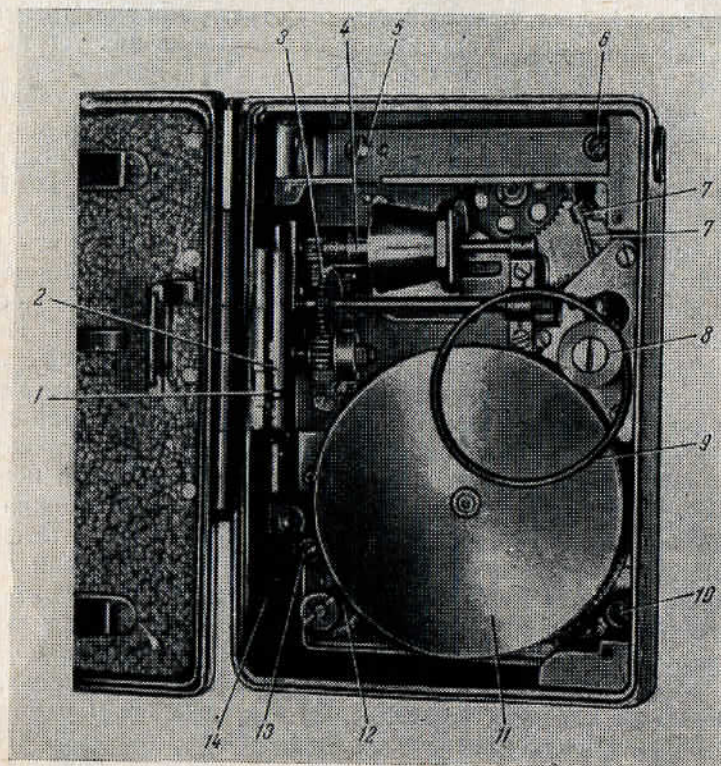

Рис. 22. Кинокамера со снятой панелью:
Частичная разборка. Прежде чем приступить к разборке кинокамеры, нужно убедиться, что пружина заводного барабана распушена, а затем из кинокамеры извлечь кассету и планку с прижимной рамкой (17). Для того чтобы получить доступ к механизмам, достаточно отвинтить винты 18, 20, 23 и 25 и вынуть из кинокамеры панель 19. Снимая панель 19, нельзя применять излишних усилий, чтобы не растянуть пружинный пасик, находящийся под панелью, и соединяющий шкив наматывателя с ведущим шкивом приводного механизма. На рис. 22 показана кинокамера со снятой панелью. Перед осмотром механизмов нужно снять пружинный пасик 9 со шкива 8. В таком положении в механизмах кинокамеры удастся обнаружить причины многих неисправностей. Покачивая пальцем шестерню 3 приводного вала определяют, достаточно ли плавно вращаются элементы рейферного механизма и центробежного регулятора. Хорошо осветив механизмы, можно осмотреть центробежный регулятор 4, привод счетчика метража 7, тормозную пружину 12 приводного устройства. Если обнаруженная неисправность несложная, ее можно устранить без дальнейшей разборки. Если обнаружить или устранить неисправность не удастся, следует продолжить частичную разборку, отделив для этого от корпуса 14 боковую стенку кинокамеры, на которой смонтированы все механизмы. Для того чтобы снять корпус кинокамеры, достаточно отвинтить четыре винта: 5, 6, 10 и 13. Прежде чем снимать корпус кинокамеры, нужно установить зуб рейфера 1 точно посередине прорези фильмового канала 2. Если в механизмы попал какой-либо посторонний предмет (например случайно отвинтившийся винт) и механизмы кинокамеры заклинились, а заводной барабан 11 остался заведенным, зуб рейфера 1 не удастся сдвинуть с места и установить в середине прорези фильмового канала. Чтобы обнаружить место заклинивания, необходимо последовательно проверить, какова подвижность элементов механизма. Сначала покачивают отверткой шестерни обтюлятора и центробежного регулятора (в период проверки пусковая кнопка должна быть все время нажата). Если эти шестерни вращаются легко, то причину заклинивания ищут в шестернях приводного вала, внимательно осматривают привод счетчика метража, а также зубчатый венец заводного барабана. Если причину заклинива-
винты крепления подшипника 15. Вращая шкив 17 по часовой стрелке, проверяют легкость вращения всех установленных деталей. Кронштейн 6 с узлом грейфера и обтюратором устанавливают на направляющие штифты и закрепляют тремя винтами. Сборку приводного механизма начинают с установки тормозной шестерни 1. Установив тормозную шестерню, на нее надевают тормозную пружину 2 и начинают без усилия заворачивать гайку 4. Как только гайка 4 дойдет до тормозной пружины, вращение гайки нужно прекратить, так как она может сорвать тормозную пружину. Дальнейшее заворачивание гайки 4 ведется путем вращения против часовой стрелки шестерни 18. Убедившись, что гайка дошла до упора и при вращении шестерни 18 больше не двигается, ее немного дотягивают отверткой (до совмещения отверстия под стопорный винт) и устанавливают стопорный винт 3. Устанавливая барабан 5, вводят квадратный конец заводной оси в квадратное отверстие шестерни 18 и с лицевой стороны боковой стенки устанавливают сначала заводную дужку, затем пружинную шайбу и сверху на них укладывают хромированную шайбу так, чтобы ее квадратное отверстие наделось на выступающий квадратный конец заводной оси. После этого все детали стягивают винтом, заворачивая его в резьбовое отверстие в торце заводной оси. Проверив качество сборки, сначала заводят пружину на $\frac{1}{4}$ оборота и, лишь убедившись, что все механизмы действуют, проверяют их работу при полном заводе пружины. Такая предосторожность вызвана тем, что в случае какого-либо заедания в механизмах разборку можно начать лишь после того, как заводная пружина будет полностью распушена. Поэтому чем меньше заведена пружина во время первой проверки, тем легче ее будет распустить при необходимости повторной разборки. Устанавливая боковую стенку с смонтированными в нее механизмами в корпус кинокамеры, нужно, чтобы зуб грейфера 7 вошел в прорезь фильмового канала, а штифт пускового устройства в прорезь пусковой кнопки. Прижимая боковую крышку к корпусу рукой, заводят пружину и проверяют действие пускового устройства. Нажав пусковую кнопку несколько раз вверх, проверяют, как срабатывают механизмы на одиночных кадрах, а нажимая ее вниз, проверяют рабочий ход кинокамеры. Убедившись, что корпус установлен правильно, его закрепляют винтами 5, 6, 10 и 13 (см. рис. 22).
Устанавливая панель, соединяют шкив намотывателя и ведущий шкив 8 (см. рис. 22) гибким пружинным пасиком 9, развернув его «восьмеркой», чтобы обеспечить вращение намотывателя против часовой стрелки. Установив правильно пасик, панель закрепляют четырьмя винтами.
(см. рис. 22), который соединяет шкив наматывателя со шкивом 8. Для этого пружинный пасик должен быть развернут «восьмеркой». Если наматыватель не вращается или вращается не в ту сторону, нужно снять панель, на которой укреплен наматыватель и правильно установить пружинный пасик 9. Бывают случаи, когда после зарядки камеры пленка в одной кассете перематывается нормально, в другой через некоторое